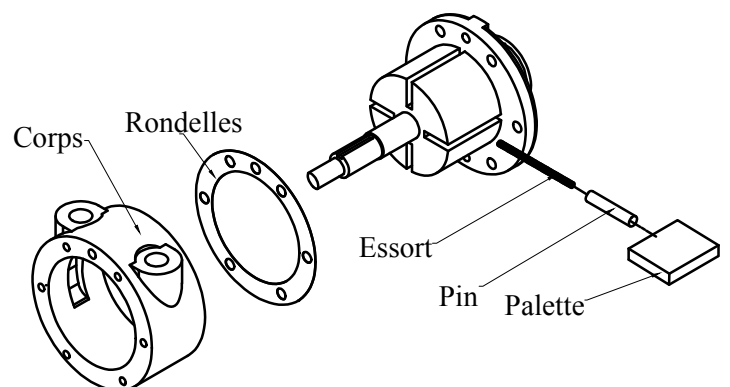

Fig. 2
6. Retirez le corps et les lames. Reportez-vous sur la figure .2.